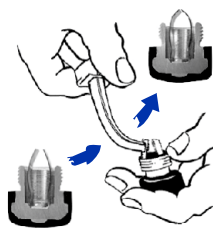

fig. 5
2. **Pour augmenter la force du ressort**, il faut que les extrémités des lamelles se rapprochent. Pour ce faire, et toujours à l'aide des pinces, plier les lamelles comme indiqué – cf fig 5.